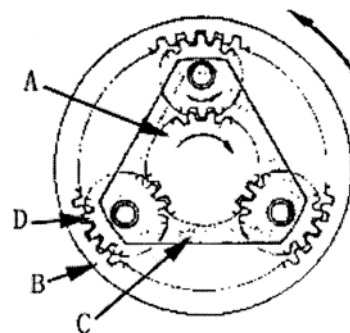

Рис. 5-13.
(2) При фиксированном положении водила
Момент вращения центральной шестерни (А) передается планетарным шестерням (D). Поскольку водило (С) находится в фиксированном положении, планетарные шестерни, сцепленные с центральной шестерней, вращаются в том же положении. Кольцевая шестерня (В), сцепленная с планетарными шестернями, будет вращаться в направлении, противоположном направлению вращения центральной шестерни. Таким образом момент вращения центральной шестерни (А) передается кольцевой шестерне (В) (см. рис. 5-13).